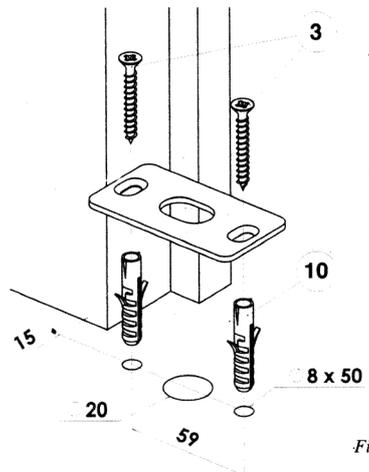

Fig.7
Effectuer les perçages comme indiqué Fig.7 et fixer la plaque de sol en utilisant les chevilles (10) et le vis (3). (Voir tableau de la visserie).